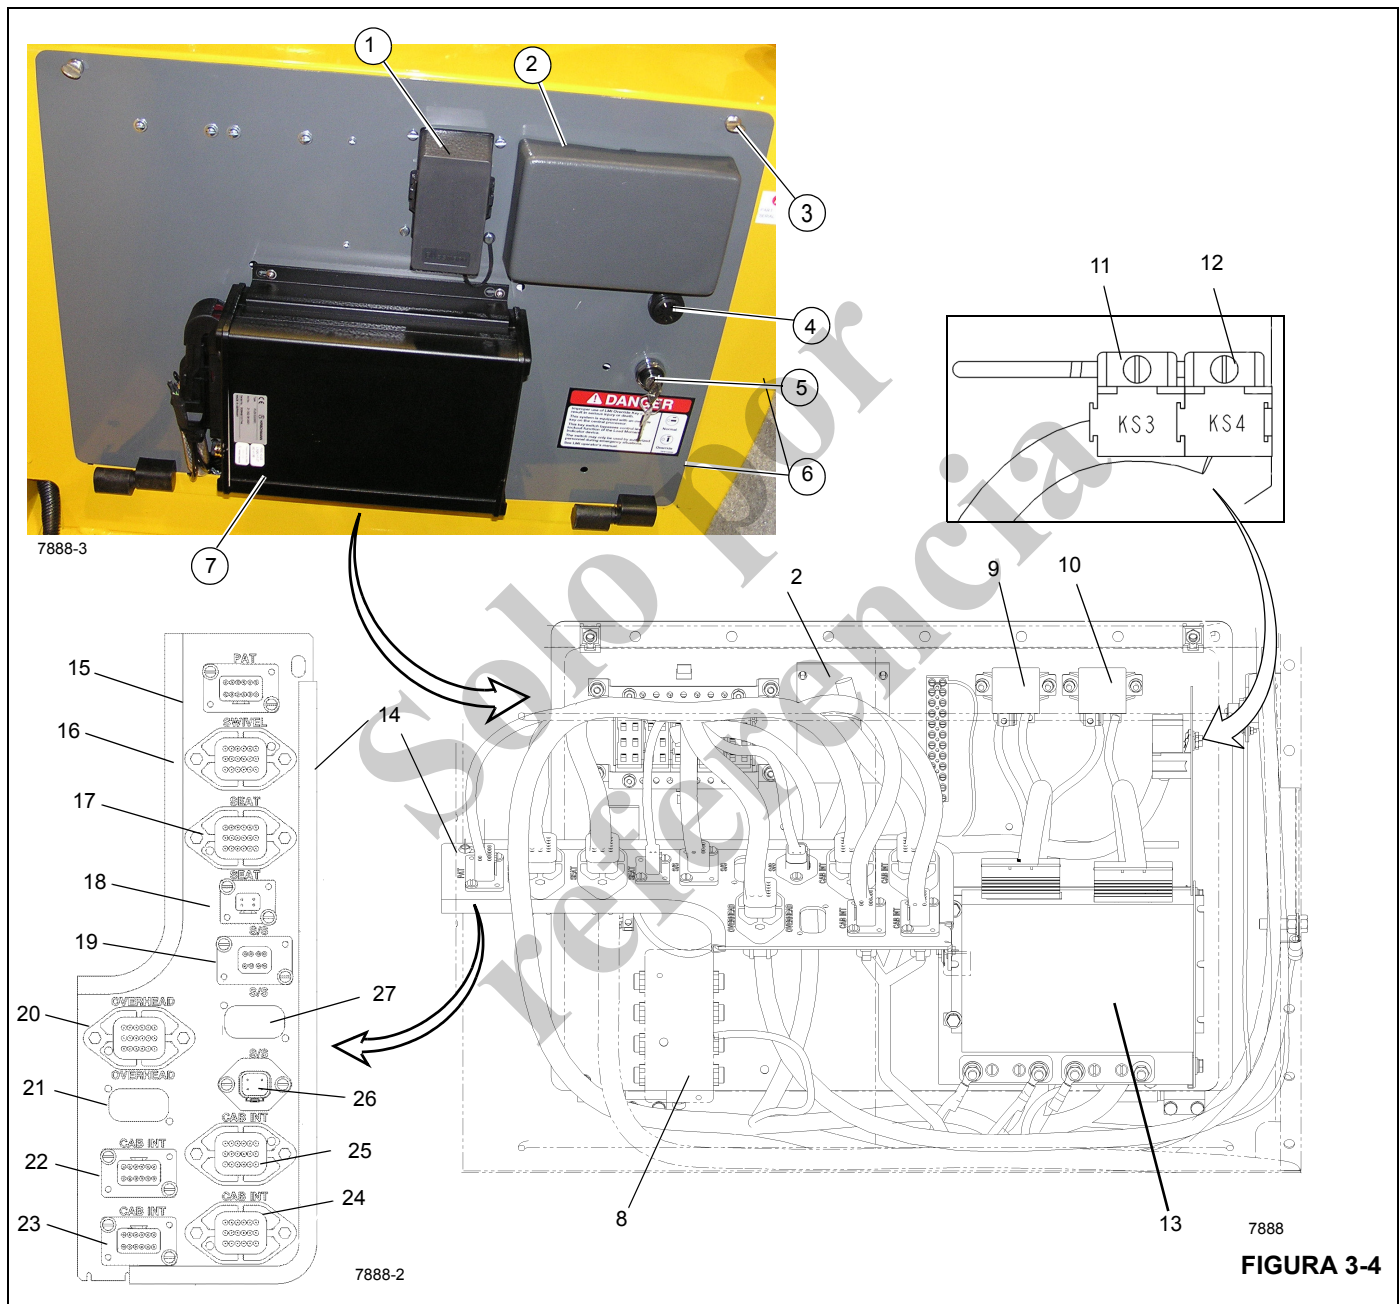

Figura 3-4 - Números de artículos
El tablero eléctrico de la cabina (6, Figura 3-4) contiene los relés, la caja de fusibles, el tabique de conectores del arnés de alambrado, el módulo RCL, el interruptor de anulación de RCL y la alarma de zumbador de impulsos rápidos de la cabina y superestructura. Se ubica dentro de la cabina de la grúa, detrás del asiento del operador. Se obtiene acceso a la parte trasera del tablero quitando los dos tornillos (3) (Figura 3-4) que fijan la cubierta del tablero.
Los dos relés de accesorios (9, 10) (Figura 3-4) detrás del tablero eléctrico de la cabina controlan la alimentación a los fusibles 9 - 20 en la caja de fusibles. Las bobinas de los relés de accesorio se energizan cuando el interruptor de encendido está en la posición de marcha o accesorios.
La caja de fusibles (2) (Figura 3-4) en el tablero eléctrico de la cabina contiene veinte fusibles. Los fusibles del 1 al 5 se energizan cuando la batería está conectada. Cuando la batería está conectada y el interruptor de encendido está en la posición de marcha, los fusibles del 6 al 8 se energizan. Si el interruptor de encendido está en la posición de accesorios, el fusible 8 se energizará mientras que los fusibles 6 y 7 permanecerán desenergizados. Los fusibles del 9 al 12 se energizan a través del relé ACC N° 1 y del 13 al 20 se energizan a través del relé ACC N° 2.